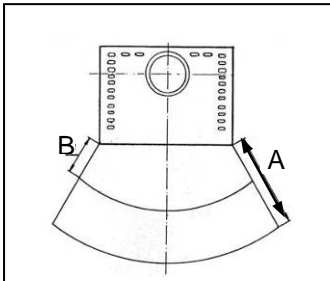

Fig. 2
Per gli elementi costruttivi, i mobili e i tessuti di arredamento infiammabili situati nella zona di irraggiamento della stufa è necessario rispettare una distanza minima di **100 cm** (A), misurati dal bordo anteriore dell'apertura del focolare. La distanza di sicurezza si riduce ai **50 cm** (B) qualora di fronte all'elemento sia installata una protezione areata (v. fig. 2).